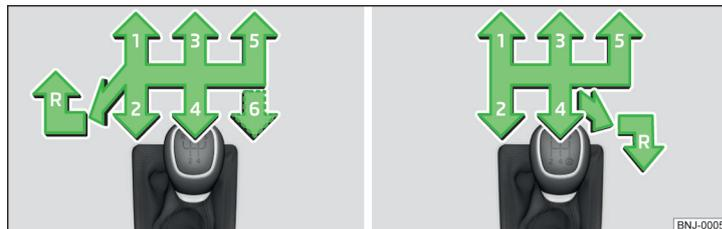

Fig. 126 Esquema de marchas: Variante 1 (transmisión de 5 o 6 marchas) / Variante 2 (transmisión de 5 marchas con el motor MPI 1,0 l)
Sobre la palanca de cambio se presenta el esquema de cambio para cada posición de cambio » fig. 126.
- Colocar la palanca del cambio completamente hacia la izquierda y luego hacia adelante en la posición R » fig. 126.